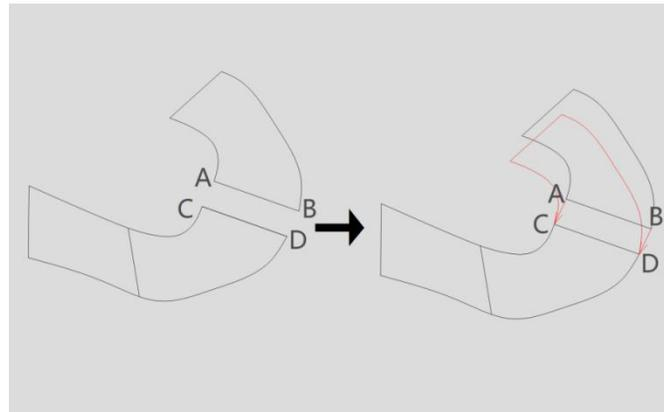

图 27.1
(1) 在工作区依次单击所需移动复制旋转线的线段 (如图 27.1, 线段 AB), 再依次单击或框选所需对接的线段 (如图 27.1 线段 CD), 单击右键结束;
(2) 或在工作区依次单击所需移动复制旋转线上的端点 (如图 27.1, 依次单击点 A、点 C), 再单击或框选所需对接的点线 (如图 27.1, 依次单击点 B、点 D), 单击右键结束。